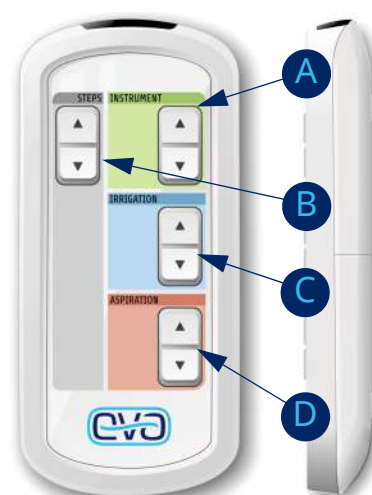

Fig. 14: Пульт дистанционного управления EVA
7. Пульт дистанционного управления (рис. 14)